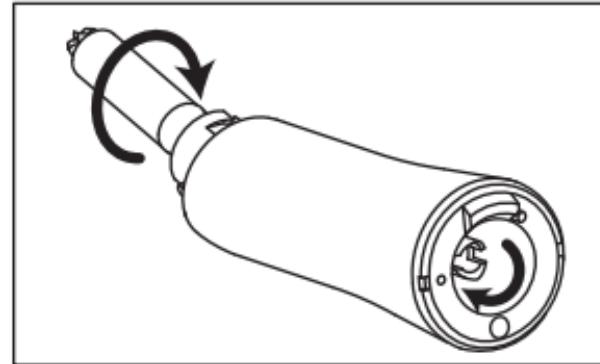

Fig. 10
- 2) Gire la trasmisión en el extremo del eje impulsor para confirmar que está encajada. (Fig.10)